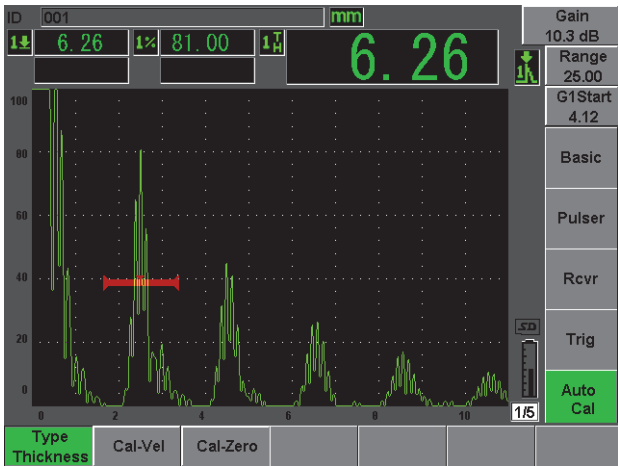

图 2-14 自动校准菜单
4. 选择 **Auto Cal**（自动校准）菜单（参见第 44 页的图 2-14）。